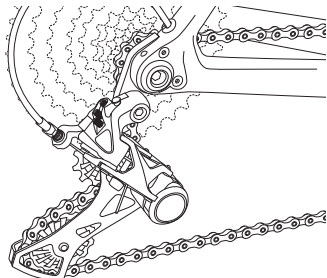

Fig.3
- Posizionate il cambio sul pignone più piccolo (Fig. 3).